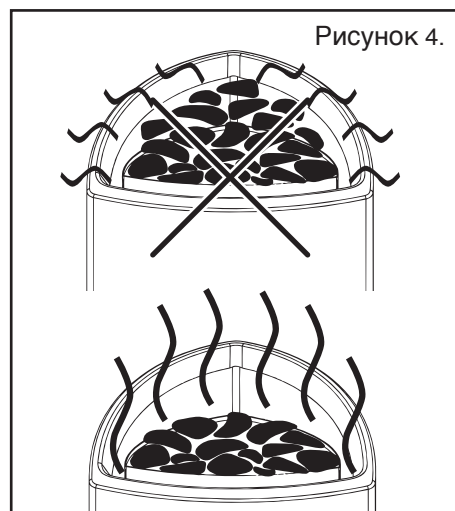

Рисунок 4.
- Не складывайте камни выше верхней поверхности каменки. См. рисунок 4.